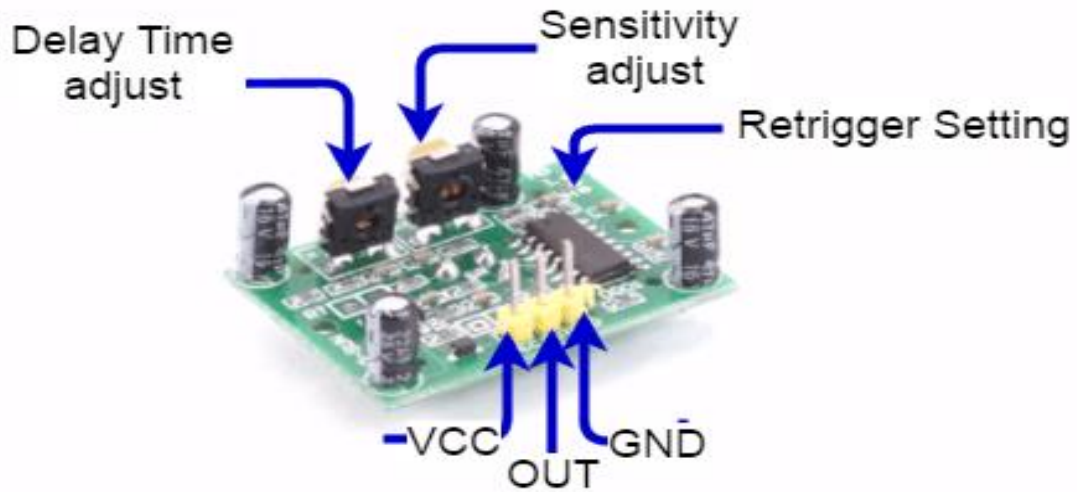

FIGURE 5.4.1 पीआयआर सेन्सरची अंतर्गत रचना
- 5.4.1 पीआयआर सेन्सरचे कार्य** -पीआयआर सेन्सरमध्ये स्वतःच दोन स्लॉट असतात, प्रत्येक स्लॉट आयआरला संवेदनशील असलेल्या एका विशेष मटेरियलपासून बनलेला असतो. येथे वापरलेला लेन्स खरोखर फारसा काम करत नाही आणि म्हणून आपण पाहतो की दोन्ही स्लॉट काही अंतरावर (मुळात सेन्सरची संवेदनशीलता) 'पाहू' शकतात. जेव्हा सेन्सर निष्क्रिय असतो, तेव्हा दोन्ही स्लॉट्स एकसारख्या प्रमाणात अवरक्त (IR) किरणे शोधतात, जी खोली, भिंती किंवा बाहेरील वातावरणातून उत्सर्जित होतात. जेव्हा एखादे उष्ण शरीर, जसे की मनुष्य किंवा प्राणी, सेन्सरसमोरून जातो, तेव्हा प्रथम ते PIR सेन्सरच्या एका भागाला अडथळा आणते. यामुळे दोन्ही भागांमध्ये सकारात्मक भिन्नता निर्माण होते. जेव्हा ते उष्ण शरीर सेन्सिंग क्षेत्रातून निघून जाते, तेव्हा उलट प्रक्रिया घडते आणि सेन्सर नकारात्मक भिन्नता निर्माण करतो. याच बदलाच्या पल्सेस सेन्सरद्वारे शोधल्या जातात. FIGURE 5.4.1 पीआयआर सेन्सरची इंटरनल रचना दर्शवते.